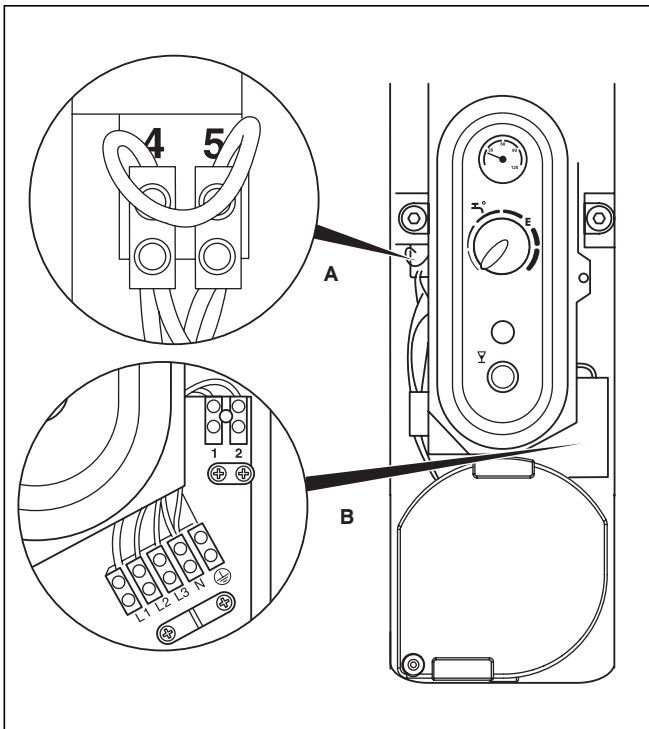

Fig. 8.5 Cassetta dei collegamenti
- Collocare il cavo nel dispositivo di scarico della trazione aperto (B, vedere fig. 8.5).